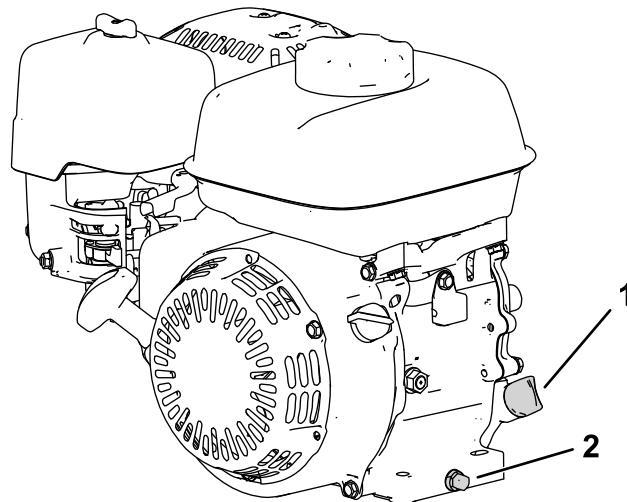

Figura 29
2. Posicione a máquina de forma que o motor fique nivelado e limpe a área ao redor do tubo de abastecimento do óleo (Figura 29).
- Retire o bujão de drenagem, a arruela e a vareta de nível (Figura 29).